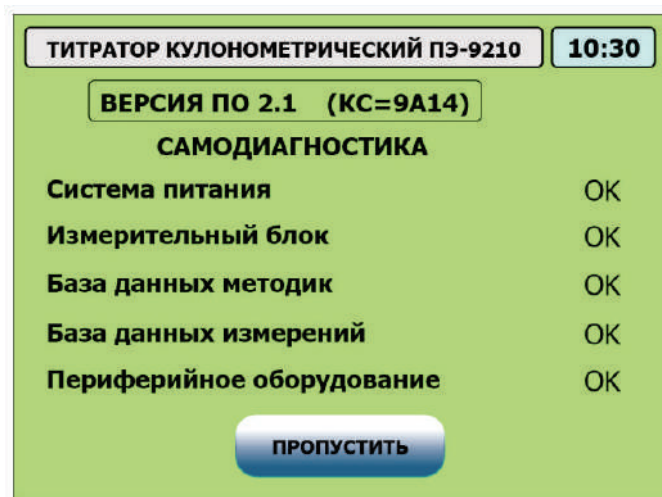

Рисунок 6
- Включите питание титратора выключателем «СЕТЬ». Начнется процесс самодиагностики прибора. Ход диагностики отображается на дисплее (Рисунок 6).